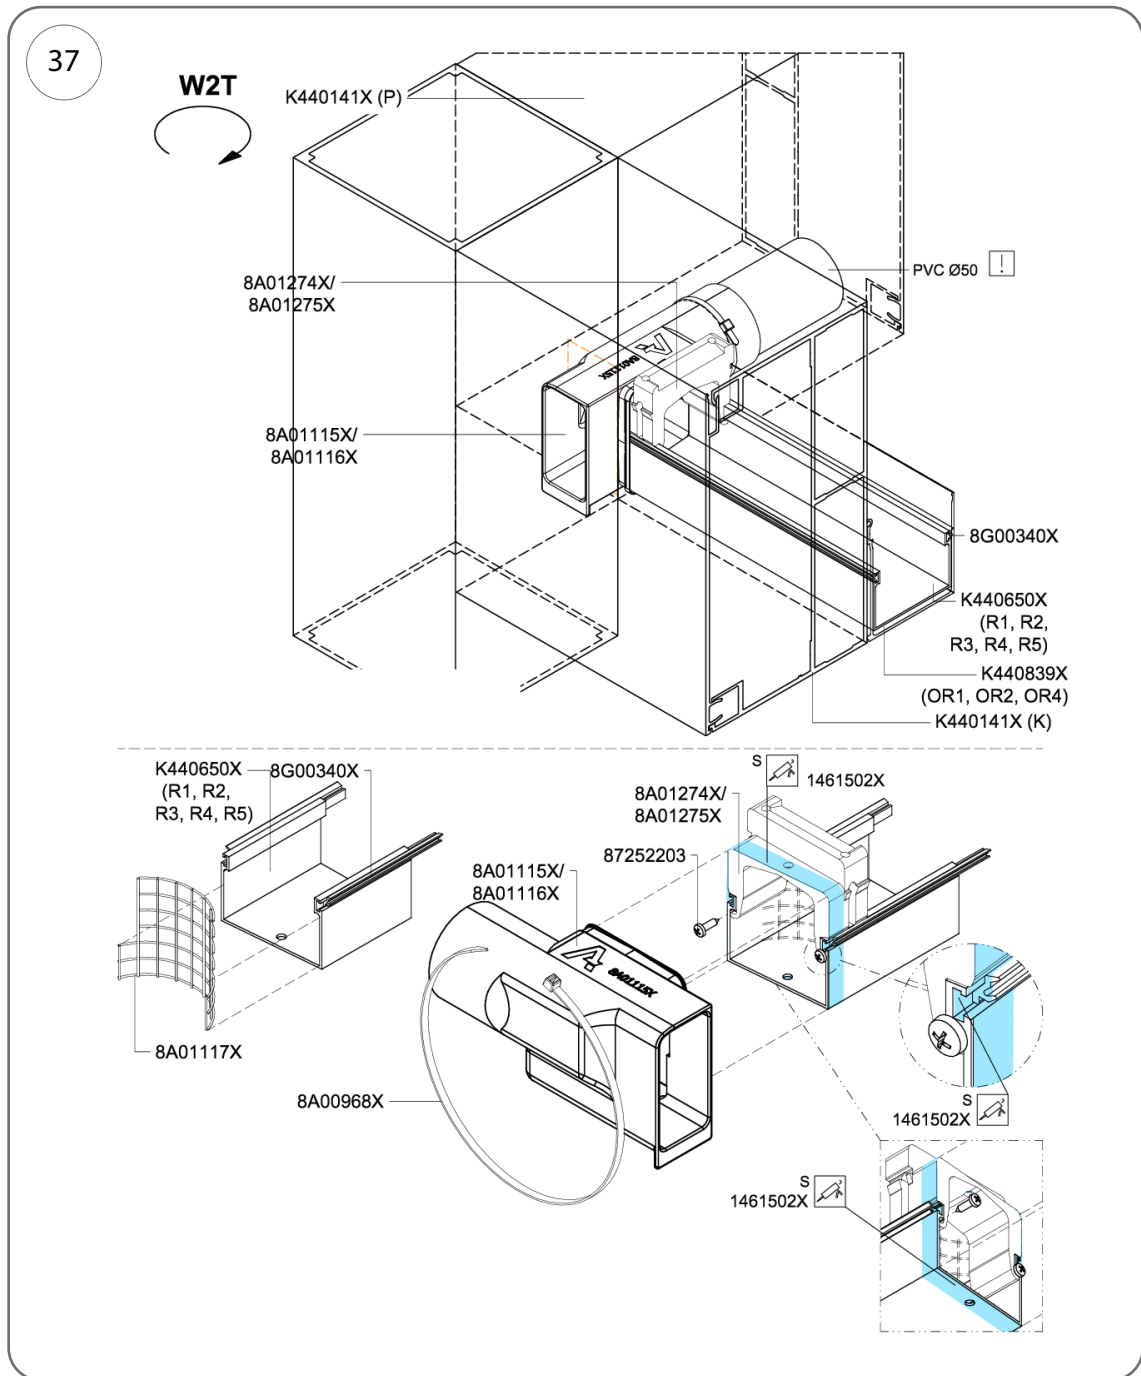

Рис. 37
2. Закріпіть деталі засувки, щоб запобігти їх зміщенню, встановивши 2 гвинти діаметром 3,5 мм і довжиною 13 мм (кат. № 87252203) – рис. 37.
3. Нанесіть шар клею-герметика (кат. № 1461502X) по всьому периметру жолоба та затискного елемента, як показано на рис. 37.